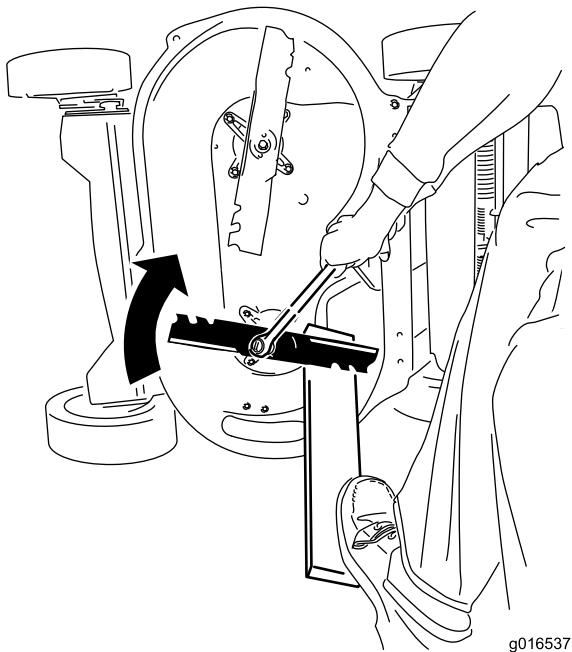

Рисунок 45
- Удерживайте каждый нож неподвижно с помощью доски и заверните болт крепления ножа по часовой стрелке с помощью динамометрического ключа, как показано на Рисунок 45; затяните болт крепления ножа с моментом 82 Н·м (60 фут-фунт).